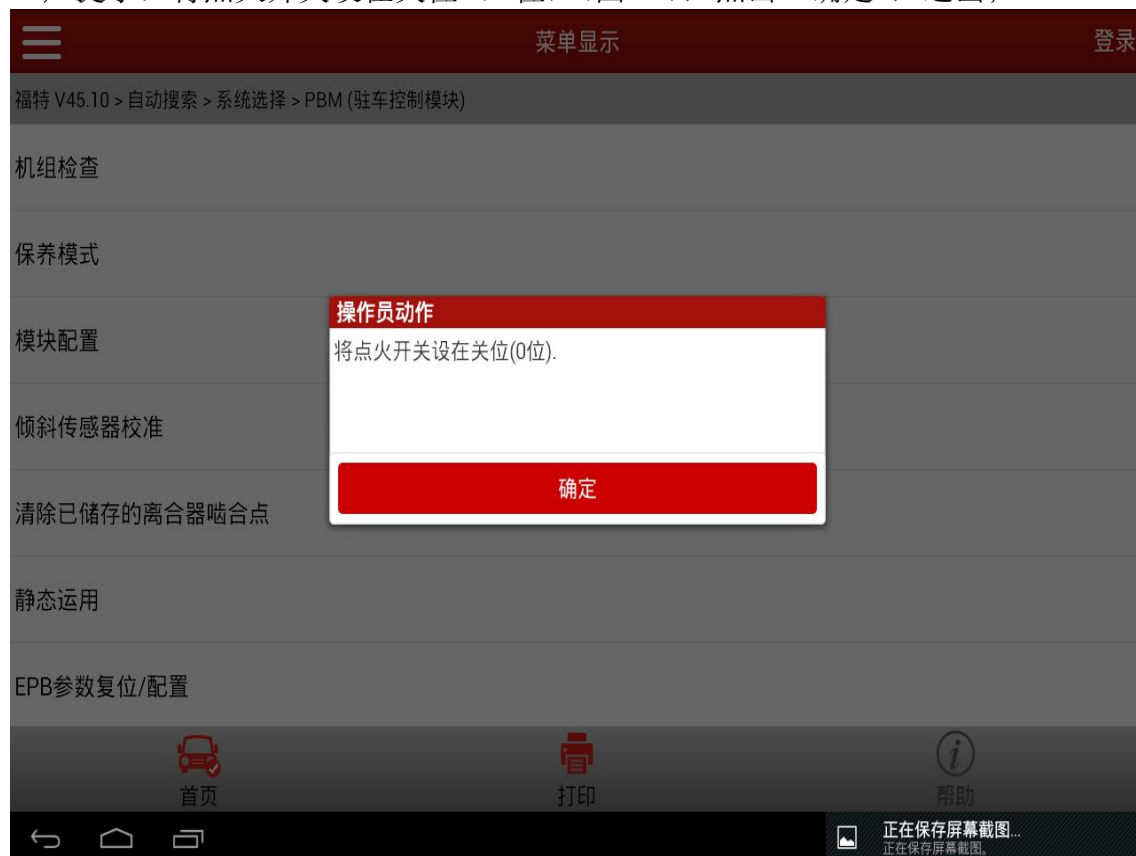

图 10
10). 提示：将点火开关设在关位（0位）（图 10），点击“确定”，退出；